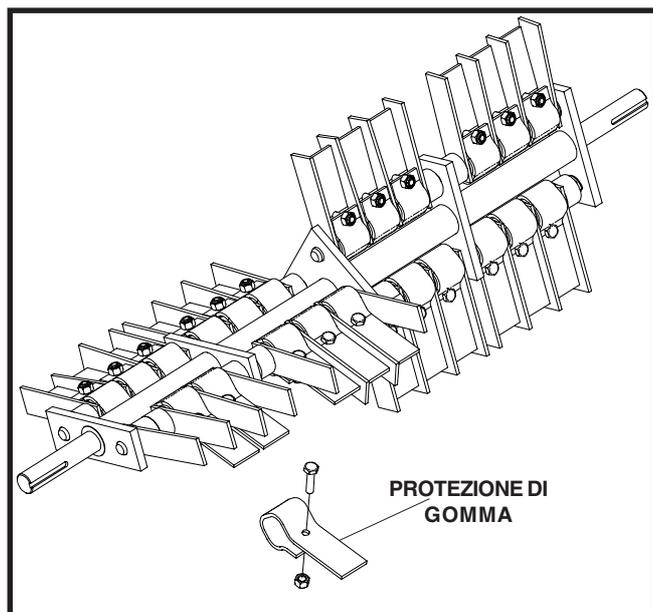

FIGURA 3
14. Installare le valvole di gomma tra le lame per battitura sull'albero della motozappa. Vedere Figura 3. Se questo albero è installato, **NON** occorre rimuovere l'albero dall'unità per installare le valvole di gomma.